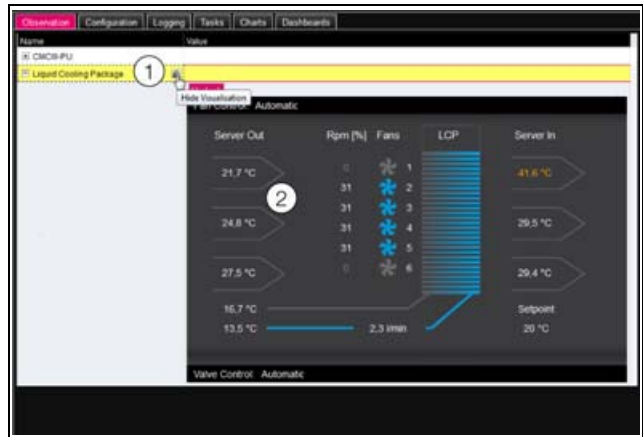

Abb. 104: Grafische Darstellung
Die Anzeige wechselt in die grafische Darstellung (Abb. 104) und alle Status und Drehzahlen der Lüfter, Temperaturwerte der Servereintritts- und -austritts-temperatur sowie die Regelmodi von Lüfter- und Wassersteuerung können auf einen Blick angesehen und durch Klicken auf die Grafik (Abb. 104, Pos 2) verändert werden.
Wenn nach Anwahl der Ebene „Liquid Cooling Package“ die grafische Darstellung (Abb. 104) vorgewählt ist, schalten Sie folgendermaßen auf die Baumdarstellung um:
- Drücken Sie das in Graustufen dargestellte „Grafik“-Symbol hinter dem Eintrag „Liquid Cooling Package“ (Abb. 104, Pos 1).